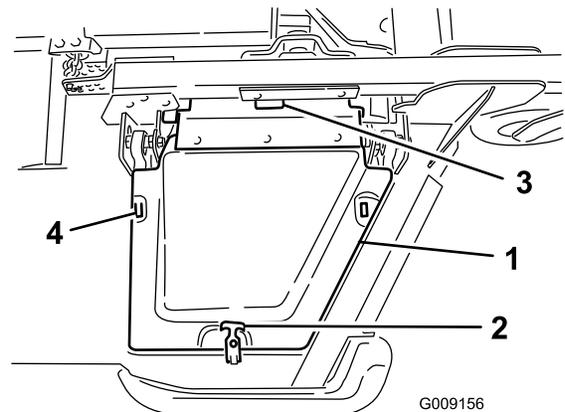

Figure 6
8. Posez le capot du plateau d'extrémité et fixez-le en place avec l'attache en caoutchouc (**Figure 6**).